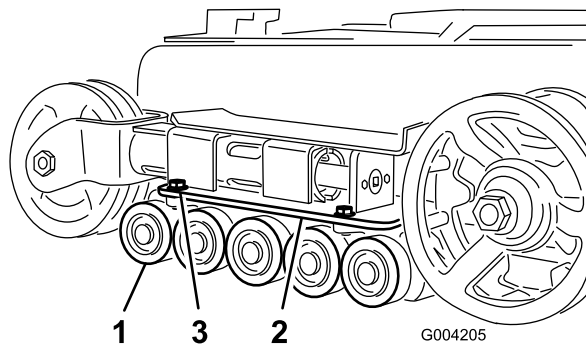

Рисунок 50
2. Отвинтите 4 болта, которые крепят нижнюю направляющую каждой гусеницы, которая включает в себя опорные катки, и снимите их (Рисунок 50).